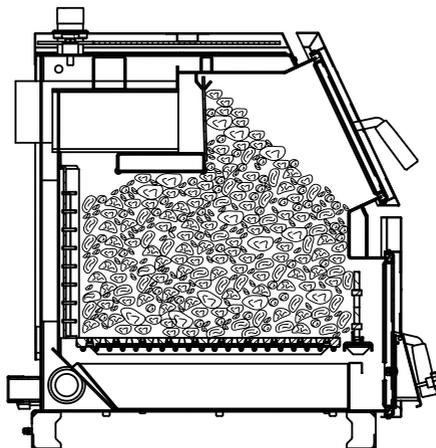

Рис.6. Схема загрузки котла «Rommer».
8.4.5. Добавьте очередную порцию топлива, когда разгорится первый слой основного топлива, равномерно распределить его по всему объему в соответствии рис.6.
Дополните по необходимости топку топливом в зависимости от потребления тепла и интенсивности горения. Для этого необходимо открыть дверцу загрузочную аккуратно приоткрыв её на 5-10 мм на 10-15 секунд для предотвращения хлопка пиролизных газов и заполнить топку котла топливом, равномерно распределяя его по всему объему в соответствии рис.6. Высота слоя должна быть равномерна по всей глубине топки.